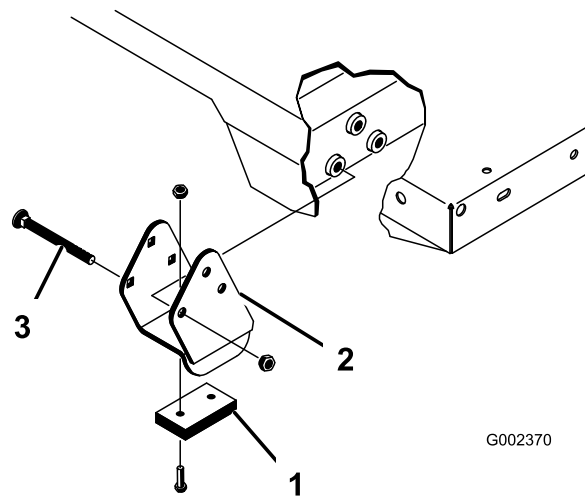

Figure 32
**Remarque:** Les entretoises et les cales d'usure (Figure 32) doivent être installées avec les têtes des boulons à l'intérieur de la machine.
2. Placez le plateau sur le châssis du véhicule avec précaution et en alignant les trous des plaques de pivot arrière sur ceux du profilé arrière du châssis. Montez 2 axes de fixation et goupilles à anneau (Figure 32).
3. Abaissez le plateau, fixez chaque extrémité de la tige du vérin aux fentes appropriées dans les plaques de montage du plateau au moyen d'un axe et d'une goupille à anneau. Insérez l'axe de fixation par l'extérieur du plateau, la goupille à anneau étant à l'extérieur (Figure 32). Les fentes arrière sont réservées à l'installation du plateau complet et les fentes avant à l'installation du plateau 2/3.